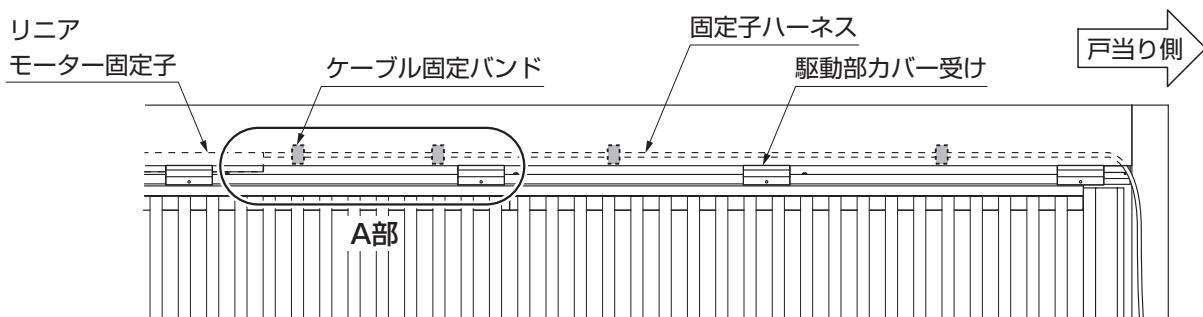

図1-9
- ①固定子ハーネスをカバー受けのフック(※1)を通しながら戸当り側まで配線してください。(図1-9、図1-12参照)
- ②リニアモーター固定子のハーネスにケーブル固定バンドを4箇所巻付けてください。(図1-9参照)